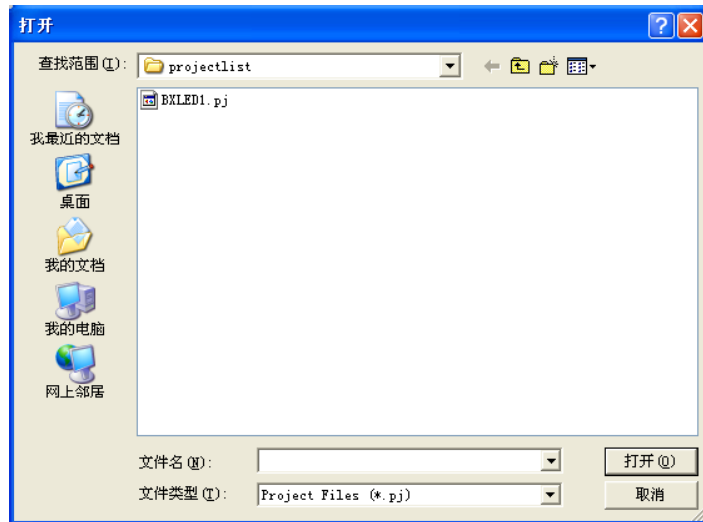

图 6
□ **打开** : 点击打开按钮，弹出打开对话框，选择保存过的屏幕节目文件。文件类型为 *.pj。如图6所示。